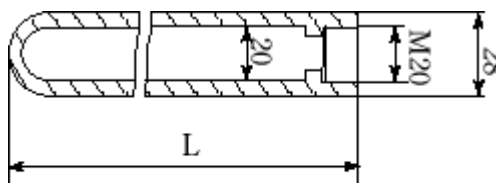

Рисунок 11 - Эскиз и масса гильзы термопреобразователя
- защитная гильза – при давлении теплоносителя более 0,4 МПа и скорости потока не более 1,5 м/с, рисунок 11;